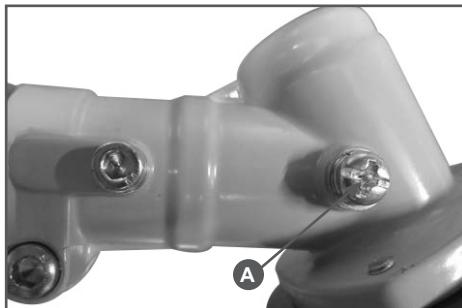

Рис.17 Болт отверстия для смазки редуктора
использовать универсальную смазку для редуктора CHAMPION EP-0, либо аналогичную смазку других производителей. Необходимо открутить болт (A) Рис.17 и с помощью шприц-масленки добавить смазку (примерно 5-10 см3).